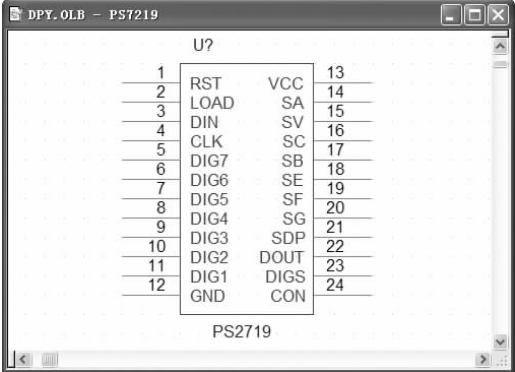
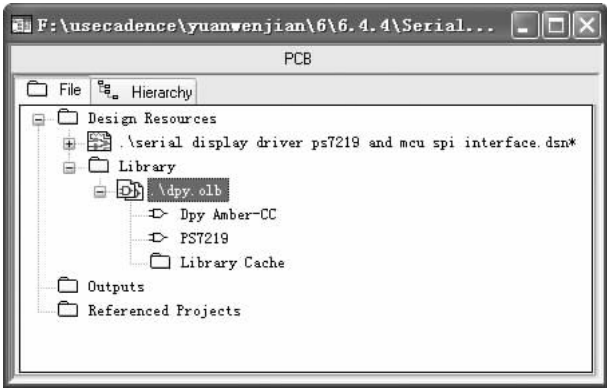

图 6-233 编辑元件的属性信息
图 6-234 项目管理器
17) 单击 按钮，完成元件属性设置，如图 6-233 所示，保存元件。打开项目管理器，在 dpy. olb 元件库下包含两个元件，如图 6-234 所示。